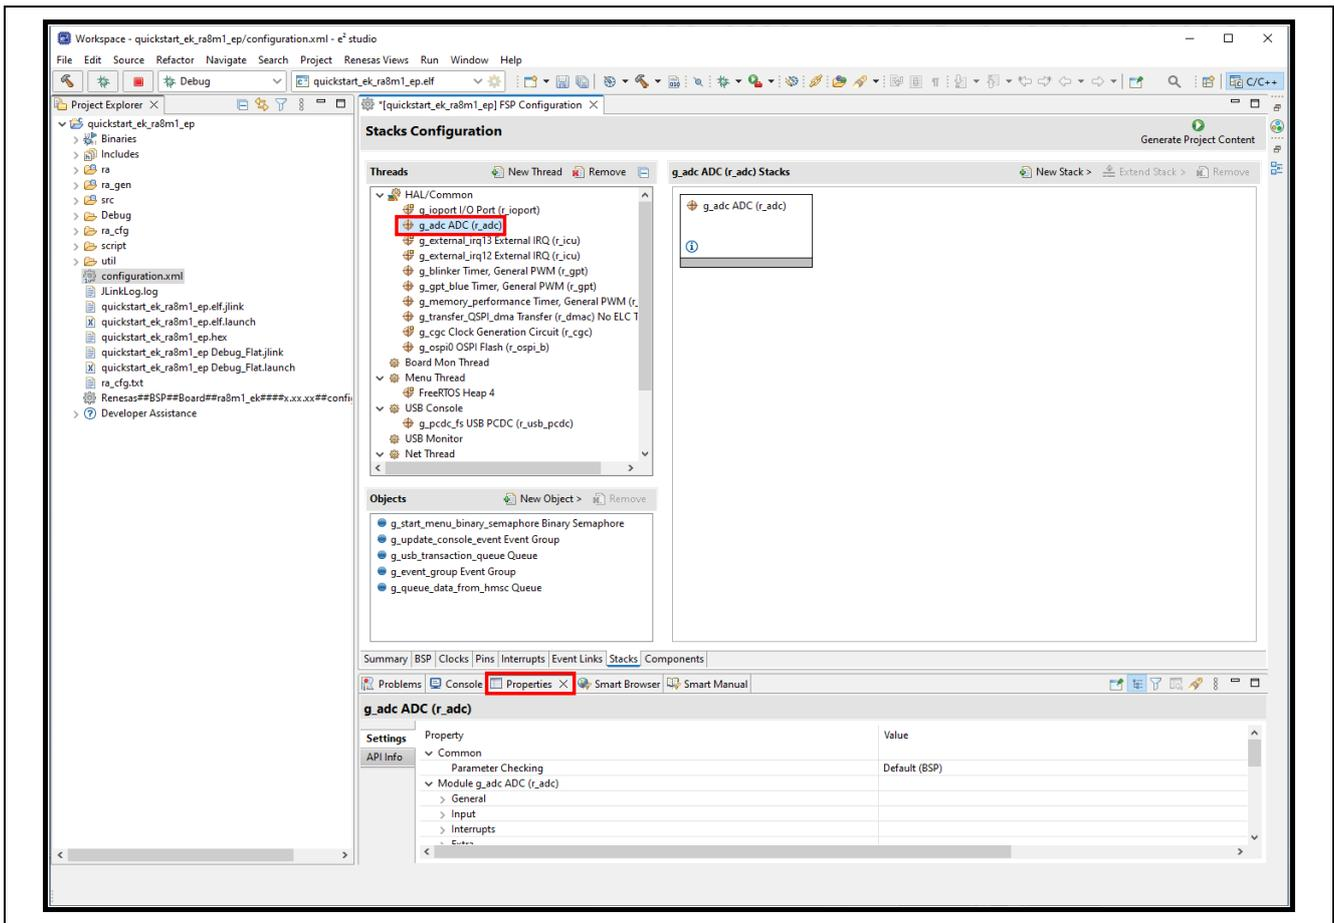

図 31. 構成設定の変更
- たとえば、コンフィギュレータの [Stacks] タブで、ユーザはモジュールをクリックして選択し、必要に応じて Properties [プロパティ] タブで構成設定を変更できます。図 31 は、ADC ドライバ設定の変更を示しています。